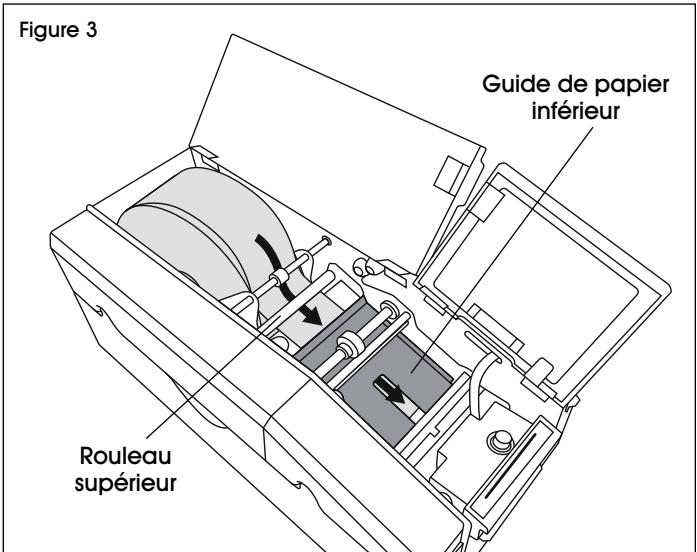

Figure 3
3. Passez le ruban adhésif en dessous du rouleau supérieur et en dessous du guide de papier inférieur. (Voir Figure 3)